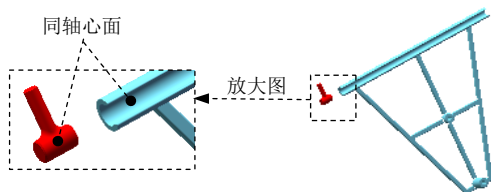
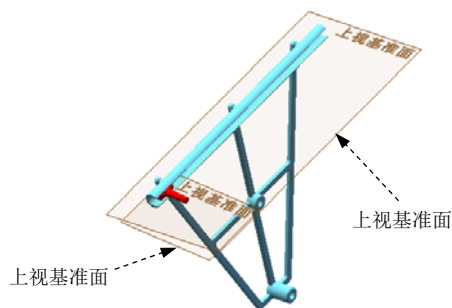

图 9.10.4 选取同轴心面
图 9.10.5 选取重合面
Step3. 添加图 9.10.3 所示的零件——滑块 1 并定位。选择下拉菜单 **插入(I)** → **零件(P)** → **现有零件/装配体(E)...** 命令，系统弹出“插入零部件”对话框，单击“插入零部件”对话框中的 **浏览(B)...** 按钮，在系统弹出的“打开”对话框中选择 slipper_1.SLDPRT，单击 **打开(O)** 按钮，将零件放置到图 9.10.4 所示的位置；选择下拉菜单 **插入(I)** → **配合(M)...** 命令，系统弹出“配合”对话框，单击 **标准配合(A)** 区域中的  按钮，选取图 9.10.4 所示的两个面为同轴心面，单击快捷工具条中的  按钮，单击 **标准配合(A)** 区域中的  按钮，选取图 9.10.5 所示的两个上视基准面为重合面，单击快捷工具条中的  按钮，单击“配合”对话框中的  按钮，完成零件的定位。